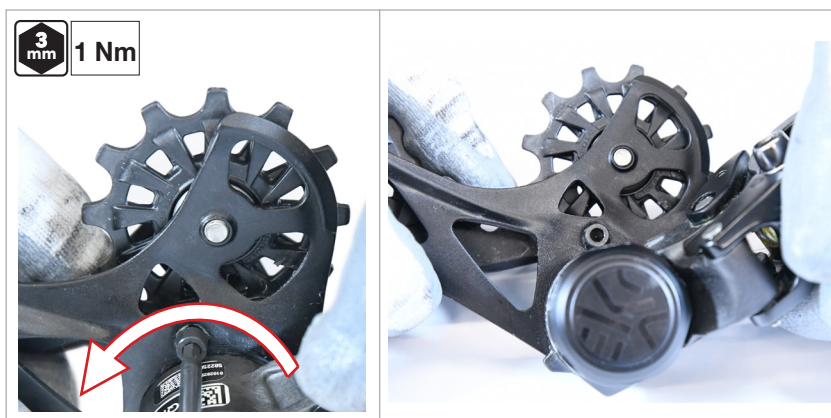

Fig.13
11) Installez la vis de butée du train de galets et, à l'aide d'une clé Allen de 3 mm, serrez la vis à un couple de 1 Nm (Fig.13).